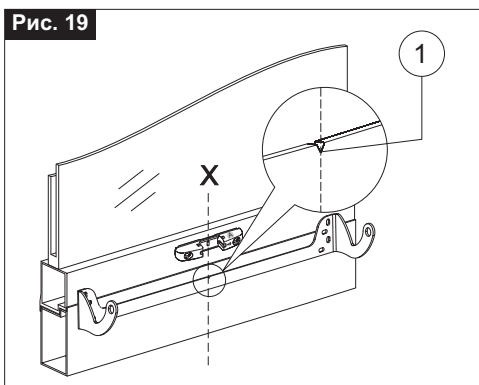

Рис. 20
- 7) Кронштейн расположите на раме так, чтобы центр вращения электропривода оказался в горизонтальной плоскости с центром механизма крепления цепи (Рис. 20); отметьте места для сверления;